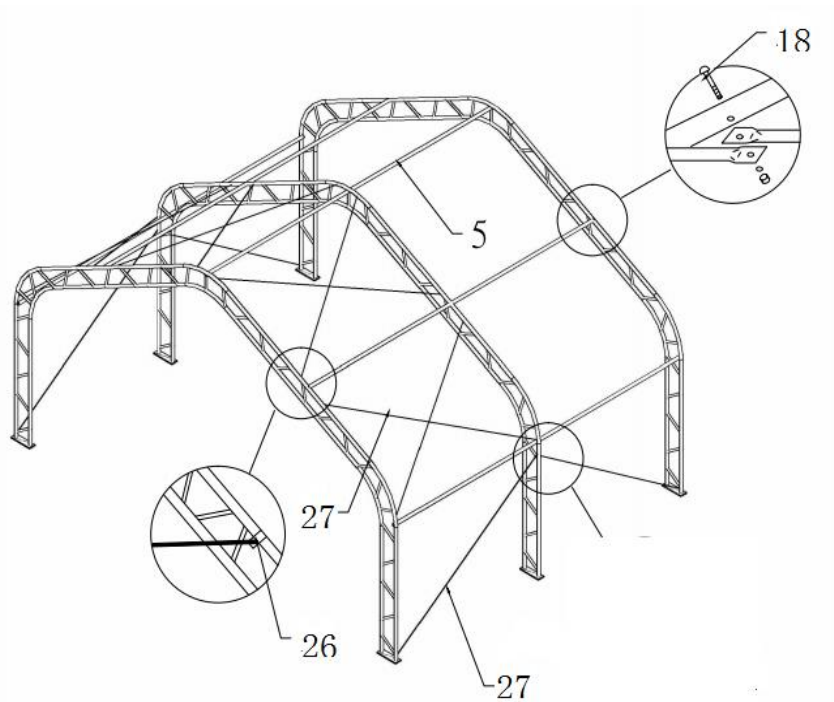

Bild 6
6. Montera i tur och ordning bjälkarna (5) i ramen med M8x80-bultar (18) (se bild 6). Montera stålvajern (27) ovan och på sidan med klämmor (26) (se bild 6).